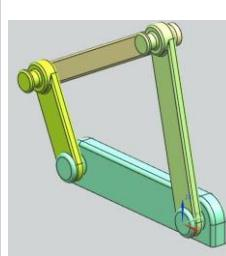

рис.24
- Из директории **Prim_Zaklin** вызовите только четыре готовых детали (с совпадением абс. координат), и сформируйте из них сборку как показано на рис. 24.
- В шарнир J005 (около него на рис.24 стоит РСК) вставим постоянный движитель(рис.26) .